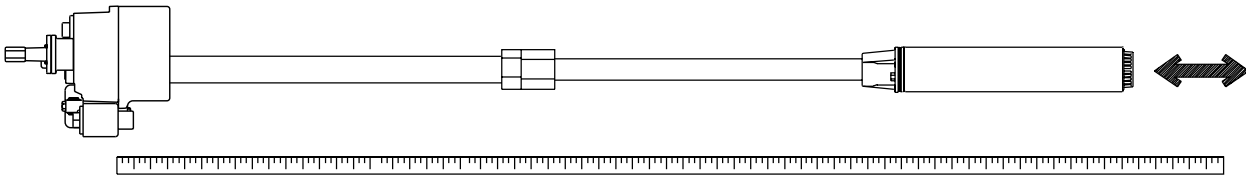

Figura 3.8 Ajuste de la Bomba
- 9: Tire el extremo de la UMP hasta que la distancia entre el fondo del tubo múltiple y el fondo de la UMP se encuentre a 5 pulgadas (125mm) más corta que la distancia medida en el paso 2 (vea la figura 3.8). (Si el adaptador de succión flotante se utiliza, tire la UMP hasta que la distancia entre el fondo del tubo múltiple y el fondo del adaptador succión flotante esté a 14 pulgadas más corta que la medida en el paso 7).